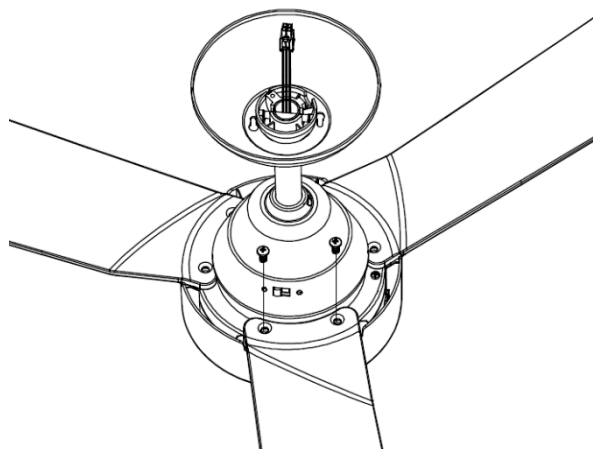

Afb. 4
Plaats de ventilatoreenheid op de montagebeugel. Zorg ervoor dat de gleuf (A) van de ophangkogel op de pen (B) van de montagebeugel (C) is geplaatst om te voorkomen dat de ventilator tijdens het gebruik tegendraait. (Afb.4)